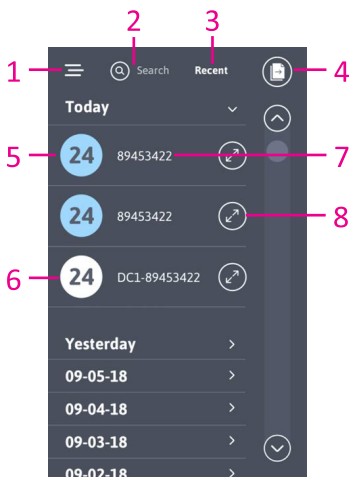
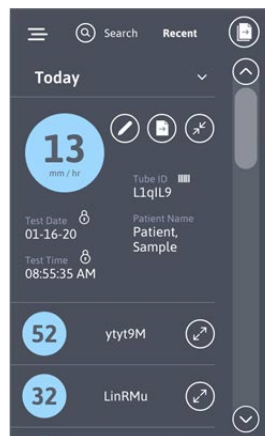
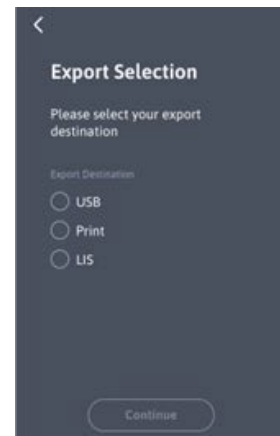

Figura 18
Figura 19
Figura 20
El Registro de resultados muestra primero los resultados de los últimos análisis. En la Figura 18 se muestran los siguientes iconos, de izquierda a derecha y de arriba abajo:
4. El ícono de documentos de la esquina superior derecha sirve para exportar los registros de los últimos 7 días, ya sea imprimiéndolos o electrónicamente vía USB (Figura 18)
Los registros pueden exportarse en bloques de 7 días, como se indica en la Figura 18, o de forma individual, como se muestra en la Figura 19. En cualquier caso, una vez seleccionado el ícono de documentos, aparecerá la pantalla Exportar selección (Figura 20):
9. Luego se puede seleccionar el destino de los archivos que van a exportarse (Figura 20)